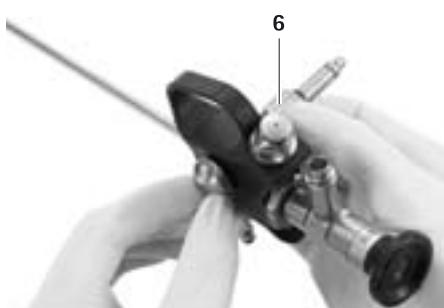

Fig. 6
- Visser l'écrou borgne jusqu'à ce que l'adaptateur pour bras de maintien 6 soit fixé, voir Fig. 6.